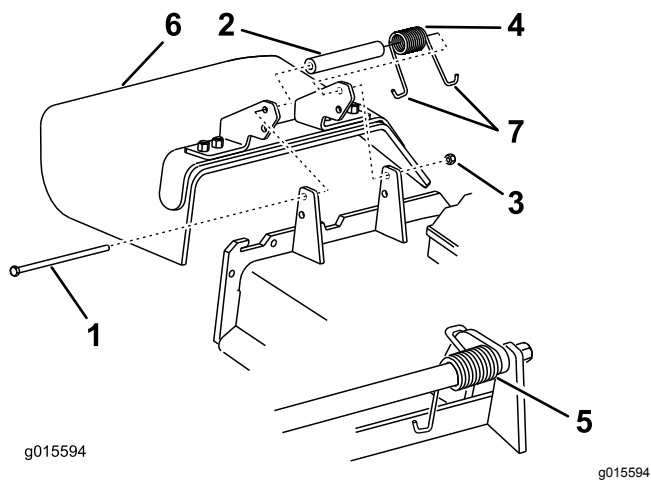

Figure 55
3. Retirez le contre-écrou, le boulon, le ressort et l'entretoise qui fixent le déflecteur aux supports de pivot (Figure 55).
5. Placez une extrémité en J du ressort derrière le bord du tablier (Figure 55).
**Remarque:** Prenez soin de placer une extrémité en J du ressort derrière le bord du tablier avant de mettre le boulon en place, comme montré à la Figure 55.
7. Placez une extrémité en J du ressort autour du déflecteur d'herbe (Figure 55).